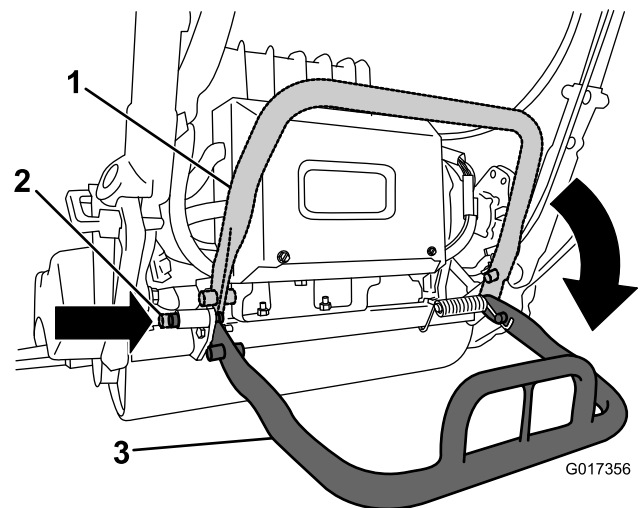

Bild 4
2. Senken Sie den Ständer ab und drücken Sie den Arretierbolzen ein, um den Ständer in der Wartungsstellung zu arretieren (Bild 4).